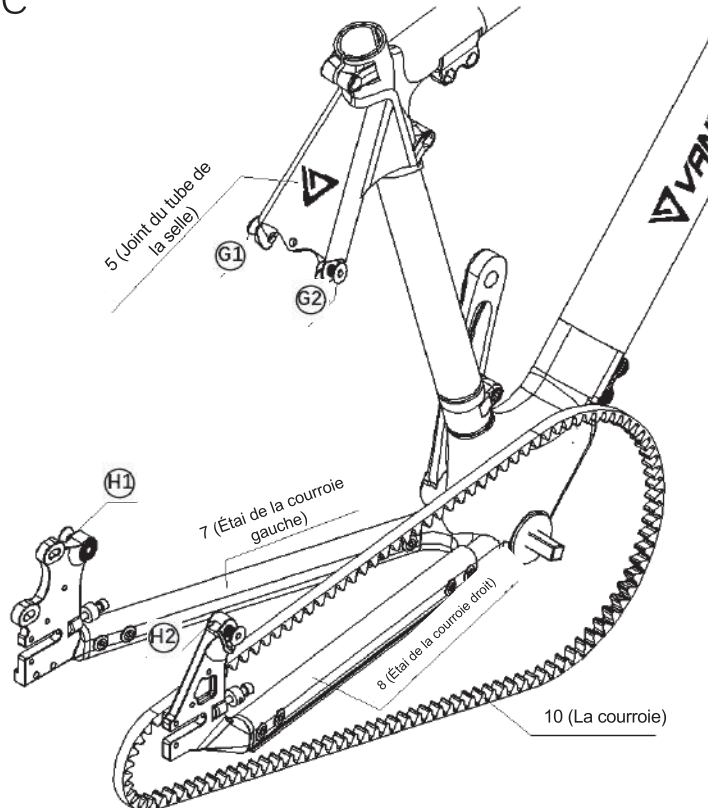

Figure 17.
a. Croisez la pièce 10 dans la pièce 8, comme le montre la Figure 17.